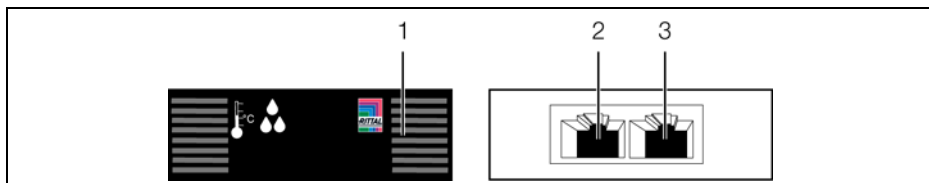

Рис. 3: Элементы индикации, штекеры и разъемы
Элементы управления и индикации показаны на рис. 3.
Обозначения на рис. 3
- Соедините датчик температуры/влажности кабелем CAN-Bus с CMC III PU или соседними элементами в шине CAN-Bus (рис. 3, поз. 2, 3).